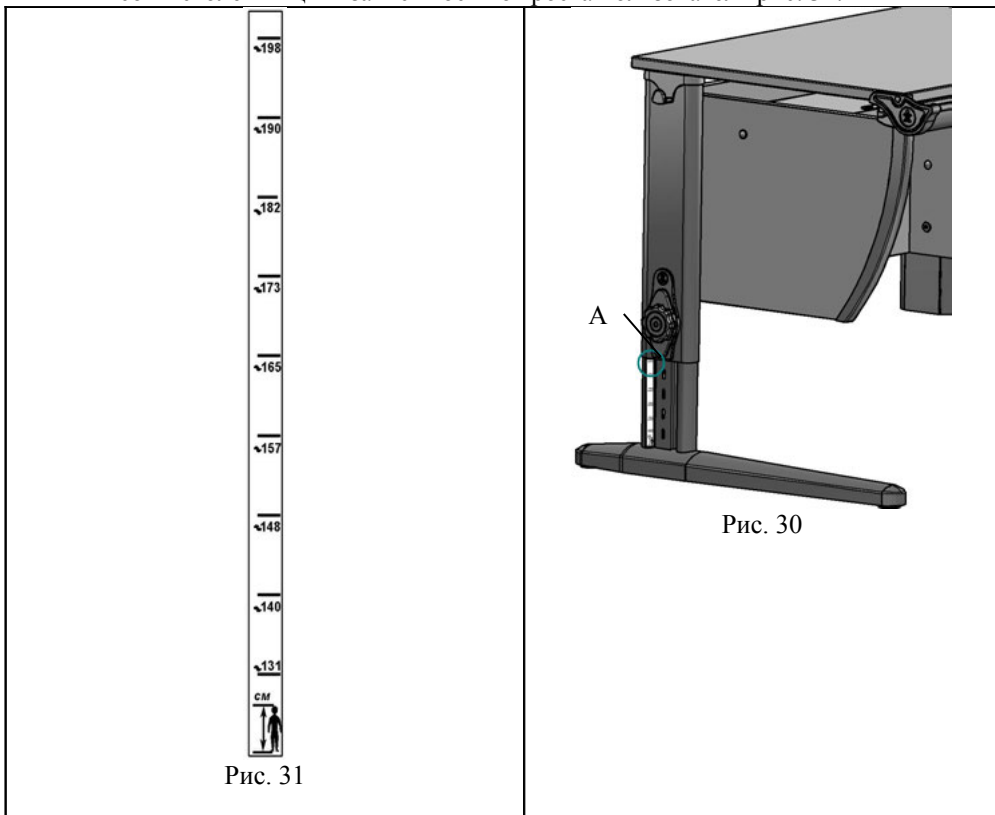

Рис. 30А
6.3. На стойках (см. рис. 30, 30А) нанесена шкала, облегчающая выбор настройки высоты столешницы в зависимости от роста пользователя рис. 31.